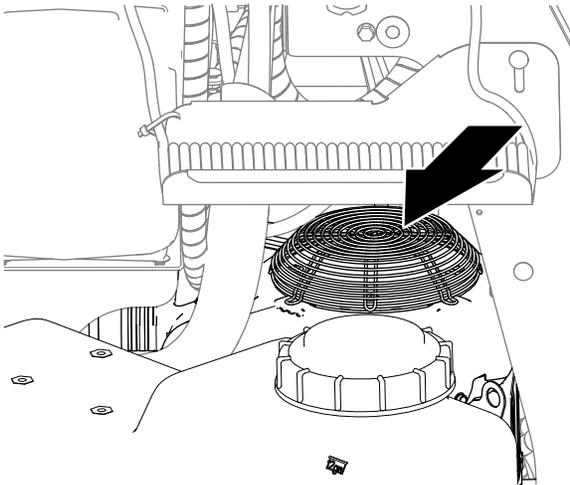

Figure 104
3. Avec une brosse ou un chiffon sec, enlevez les débris sur le pare-débris du moteur (Figure 104).